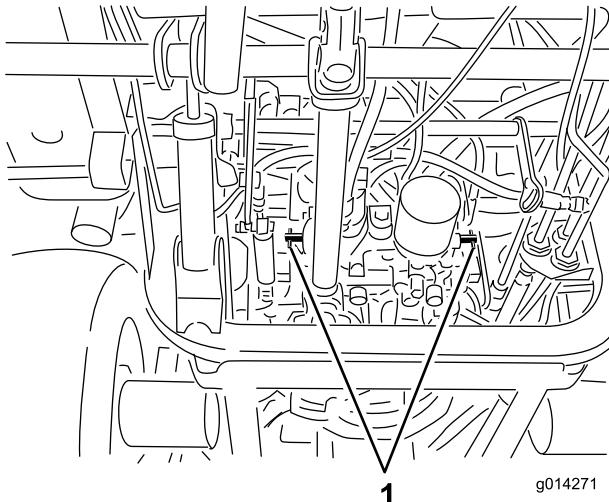

図 34
4. 各バイパスバルブを左回りに1回転させる(図34)。
各バイパスバルブを右に回転させて手締めするおおよそ 8 Nm (図34)。